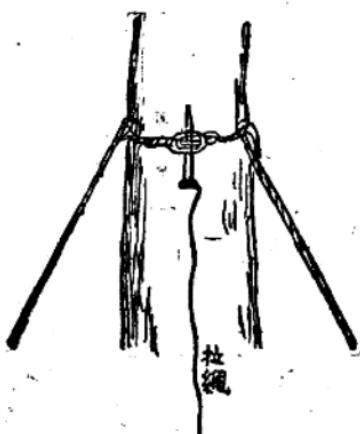

图 7
(3) 在接高部分距頂端1~1.5公尺处；綁好三根引張鋼索，將其拴在一根鐵釘為軸的活扣繩圈上（图7），鐵釘上一端系一拉繩，在地面上用拉繩抽出鐵釘時，引張索便可自行脫落。为了防止鐵釘轉動，可在兩端各捆上一道鉛絲，以防鐵釘自行脫落。